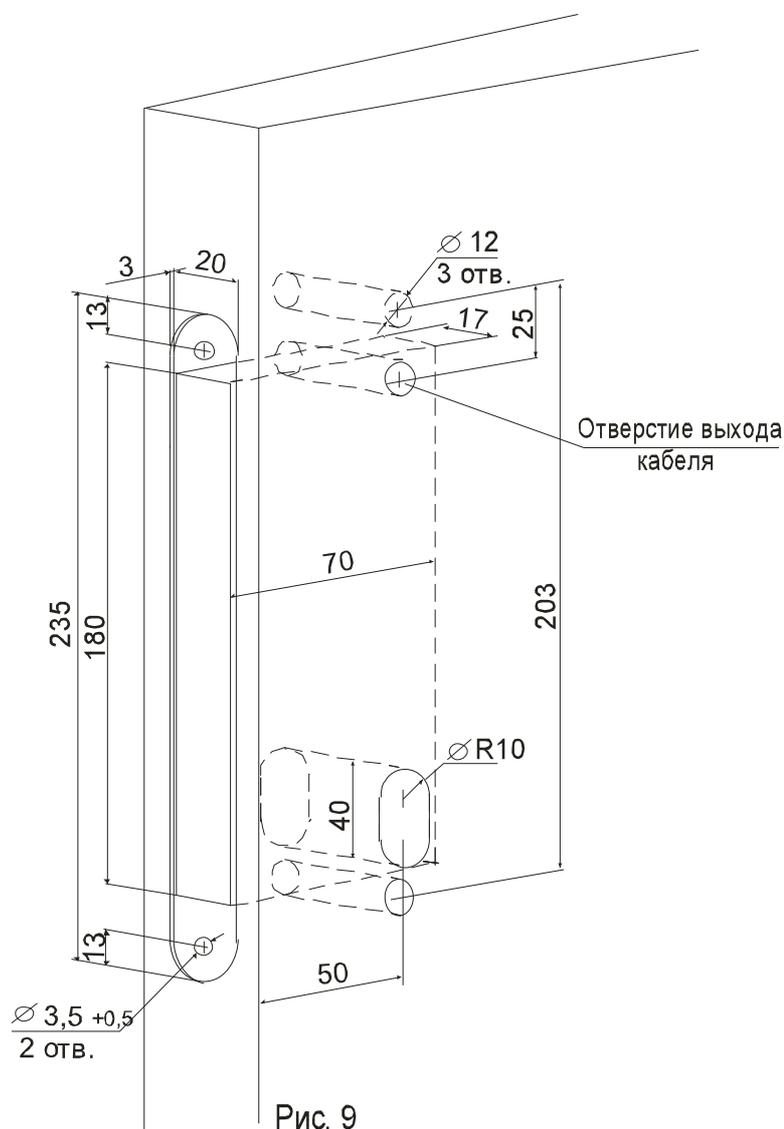

Рис. 9
- Произвести разметку для отверстия под выход кабеля согласно рис. 9.